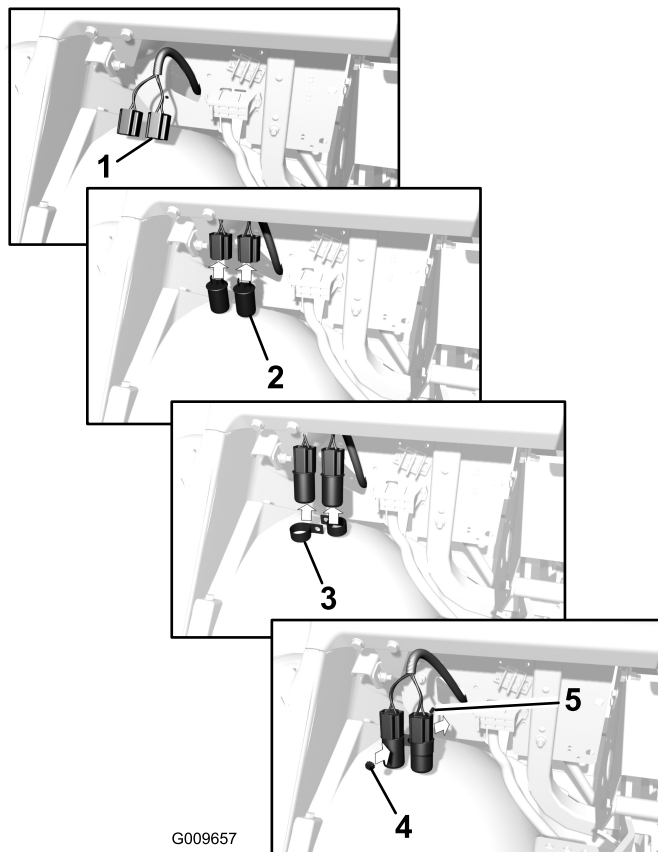

Figure 11
2. Poussez les connecteurs des clignotants dans l'ouverture de la plaque de montage, sous le tableau de bord. Connectez les clignotants au faisceau de câblage avant (Figure 11).
3. Montez les clignotants sur la plaque de montage au moyen de deux colliers en R et d'un contre-écrou (1/4-20") et d'un boulon (1/4 x 3/4"), comme illustré à la Figure 11.